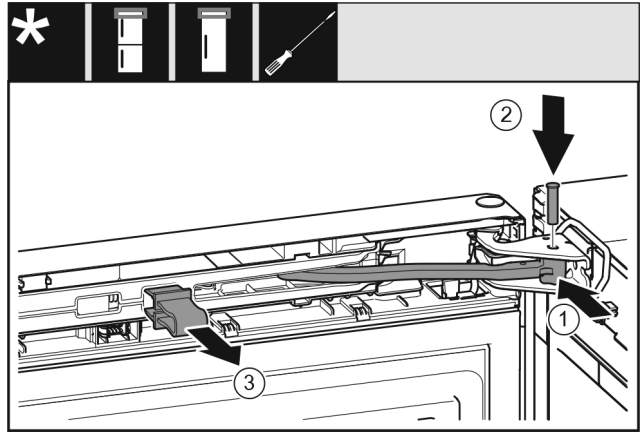

Fig. 26
- ▶ Kĺb otočte v ložiskovej konzole. Fig. 26 (1)
- ▶ Do ložiskovej konzoly a kĺbu vložte čap. Pritom dbajte na to, aby sa zaistovací doraz nachádzal správne v drážke. Fig. 26 (2)
- ▶ Vyberte poistku. Fig. 26 (3)